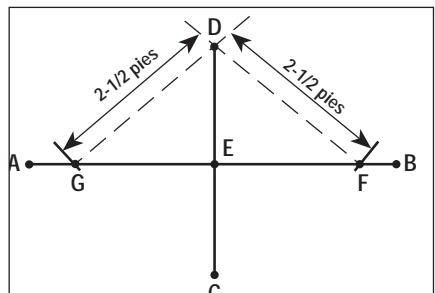

Fig. 2
2. Use el largo de la línea EB (2-1/2 pies (76.2 cm)) para marcar los puntos F y G midiendo a partir de D. Coloque tachuelas en F y G (Fig. 2).